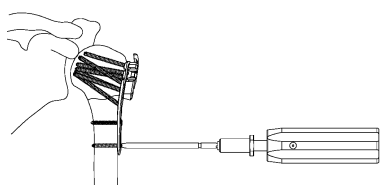

図 18
- 3) トルクリミッターハンドル 2.0 で上腕用 3.5 ロッキングスクリュー (I) を挿入します。(図 18)